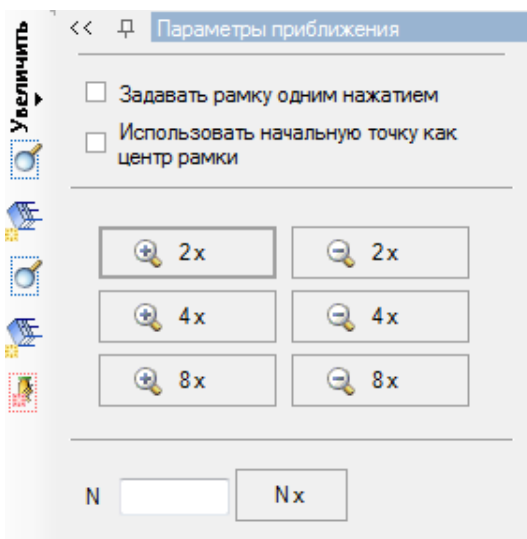

Рис. 28. Увеличение конструкции в окне
- Увеличение схемы. Вид ► Увеличить панораму или Вид ► Увеличить в окне ► Увеличить в 8 раз (рис. 28).